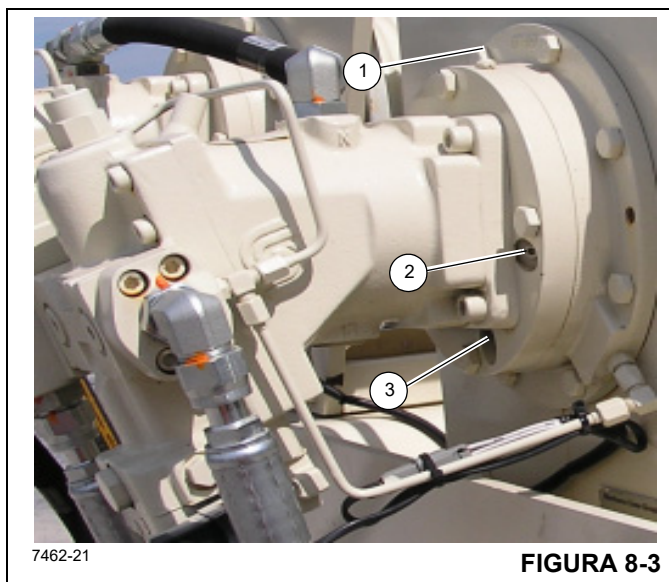

FIGURA 8-3
Para verificar o óleo do freio do guincho, remova o bujão de inspeção (2, Figura 8-3) e inspecione visualmente o nível do óleo. O fluido deve estar nivelado com a parte inferior do furo de inspeção. Se mais fluido for necessário, adicione através do furo de ventilação e do bujão de abastecimento de óleo do freio até que o óleo esteja no nível inferior do furo de inspeção (1).
Para drenar e adicionar óleo novo, remova o bujão de dreno (3, Figura 8-3), o bujão de inspeção (2) e o bujão de respiro (1) e drene o óleo hidráulico. Reinstale o bujão de dreno (3) e adicione fluido no furo de inspeção (2) até que o óleo